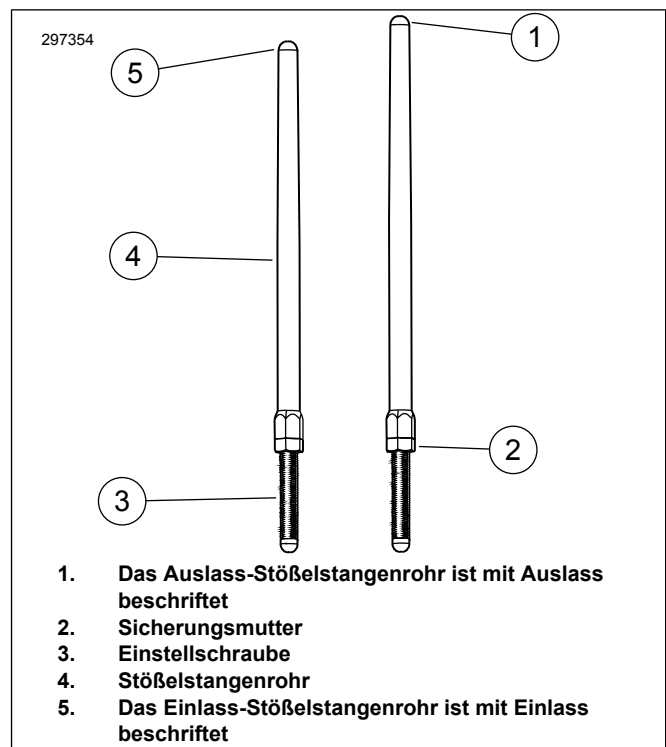

Abbildung 3. Verstellbare Stößelstange
6. Abbildung 3 Die Sicherungsmutter an allen Stößelstangen lösen und sie auf ihre kürzeste Länge einstellen.